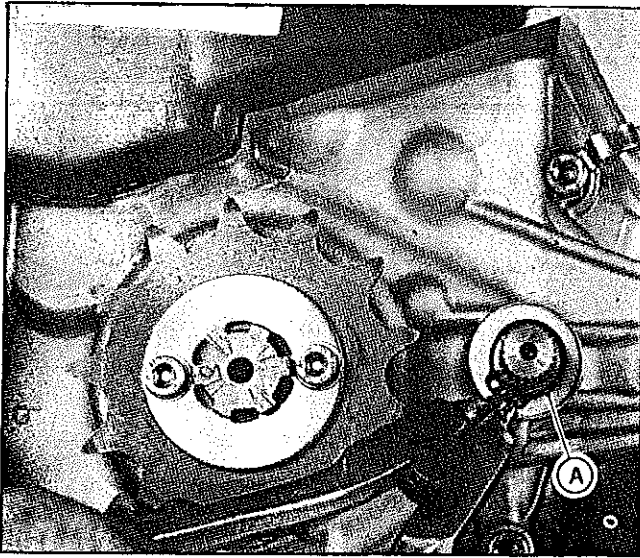

FIG. M18 - A. ANEL ELÁSTICO DO EIXO SELETOR DE MARCHAS
5. Retirar o anel elástico do conjunto do eixo selector de marchas, lado esquerdo do motor. Retirar a arruela lisa, as arruelas de compensação e o anel "O" ring. Figura M18.